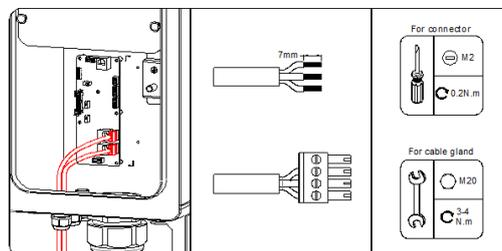

Figura 3.7-6 Fiação dos terminais da placa de comunicação
- 6) Fixe o condutor desencapado ao plugue do bloco terminal, conforme mostrado na Figura 3.7-6.